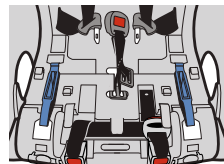
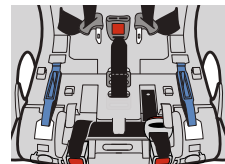

Figura 15
Figura 16
- Seleccione la longitud más larga de la correa de la entrepierna y deslice la correa en la ranura que está hacia afuera, como se muestra en la **figura 15**, y asegúrese de que el botón rojo para soltar la hebilla quede viendo hacia afuera del asiento, como se muestra en la **figura 16**.